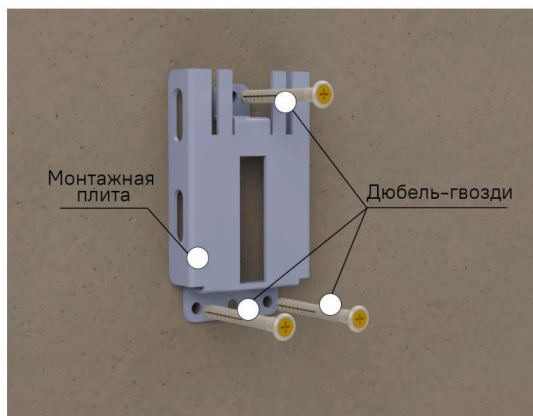

Рисунок 6 – Установка монтажной плиты на стене для блока измерительного счетчика НАРТИС-И300-SP31
4.2.2 При установке блока измерительного на стене монтажная плита крепится к стене при помощи дюбель-гвоздей (рисунок 6).